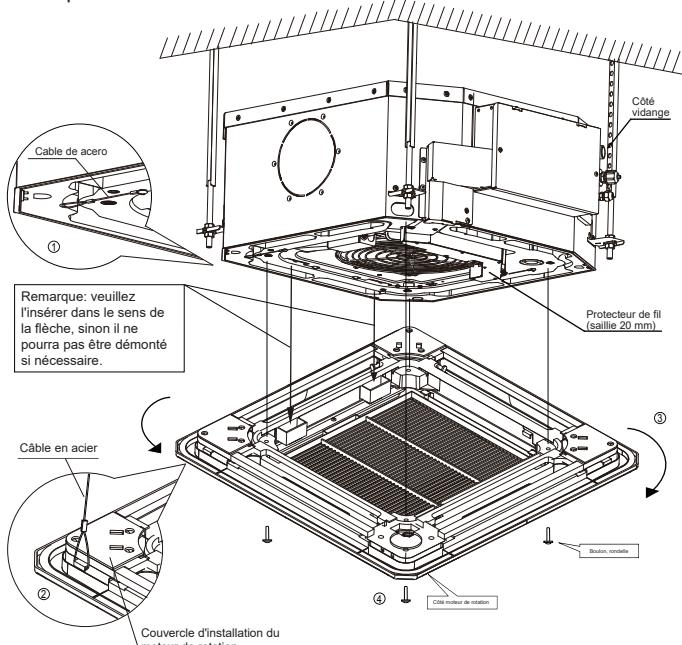

Fig. 3.14
- (1) Alignez le panneau avec le corps de l'unité dans le sens indiqué par la flèche (voir Image 3.14).
- (2) Lors du montage, fixez les deux câbles en acier fixés sur le corps de l'unité aux crochets du couvercle d'installation du moteur de rotation sur le panneau (reportez-vous à l'image 3.14, ① et ②).
- (3) Connectez les fils du moteur de rotation et du boîtier de jauge du panneau aux connexions correspondantes sur le corps de l'unité, respectivement. Attention à bien utiliser une housse de protection pour envelopper les bornes de raccordement. Utilisez un accessoire fiable pour sécuriser et renforcer l'isolation de sécurité des bornes.
- (4) Installez et fixez le panneau au corps de l'unité avec des boulons (M5 x 20) et des rondelles (reportez-vous à l'image 3.14, ④). Notez que le couvercle de montage du moteur de rotation doit être enfoncé dans le bac de récupération correspondant.
- (5) Serrez les quatre vis sur le support de panneau pour maintenir le panneau à niveau et soulevez-le uniformément jusqu'au plafond.
- (6) Ajustez légèrement le panneau dans la direction indiquée par la flèche (voir Figure 3.14), de sorte que le centre du panneau soit aligné avec le centre de l'ouverture du plafond. Vérifiez que les crochets aux quatre coins sont bien fixés dans leurs positions.